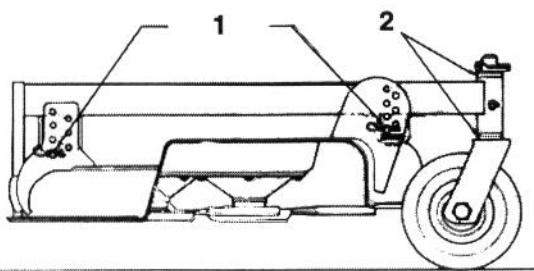

Bild 9
1. Kontrollieren, ob die vorderen Schnitthöhensteckstifte richtig auf den Rahmenkissen aufliegen (Bild 9).
2. Die Schnitthöhe auf die 89 mm oder die 102 mm Position einstellen (Bild 9).
5. Das bei "A" festgestellte Maß vermerken. Die Messerbalken in die "B"-Stellung bringen (Bild 8), dann den Abstand aller Messerbalken zur ebenen Standfläche messen. Diese Maße vermerken (Bild 9).
- A. Bei Schnittwerken, die normalerweise mit Schnitthöhen zwischen 25 und 51 mm benutzt werden, muß die niedrigere Seite des Schnittwerks angehoben werden. Den Klappstecker entfernen, mit dem das Laufrad an der unteren Seite abgesichert ist (Bild 9) und die Laufrollengruppe entfernen.
- C. Bei Schnittwerken, die mit Schnitthöheneinstellungen zwischen 51 und 102 mm eingesetzt werden, ist die höherstehende Seite des Schnittwerks abzusenken. Den Klappstift der Laufrolle von der höheren Seite des Schnittwerks und die Laufrollengruppe entfernen (Bild 9).